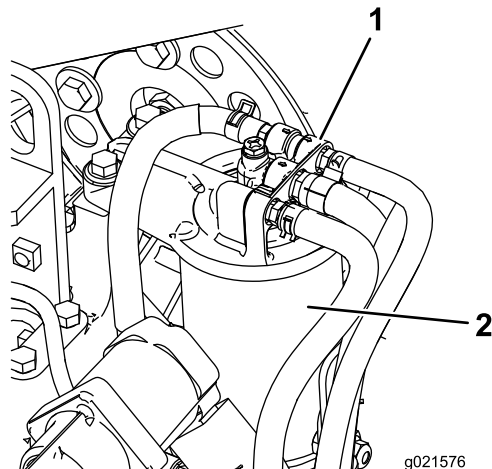

Figura 87
1. Limpie la zona alrededor de la cabeza del filtro de combustible (Figura 87).
2. Retire el filtro y limpie la superficie de montaje de la cabeza del filtro (Figura 87).